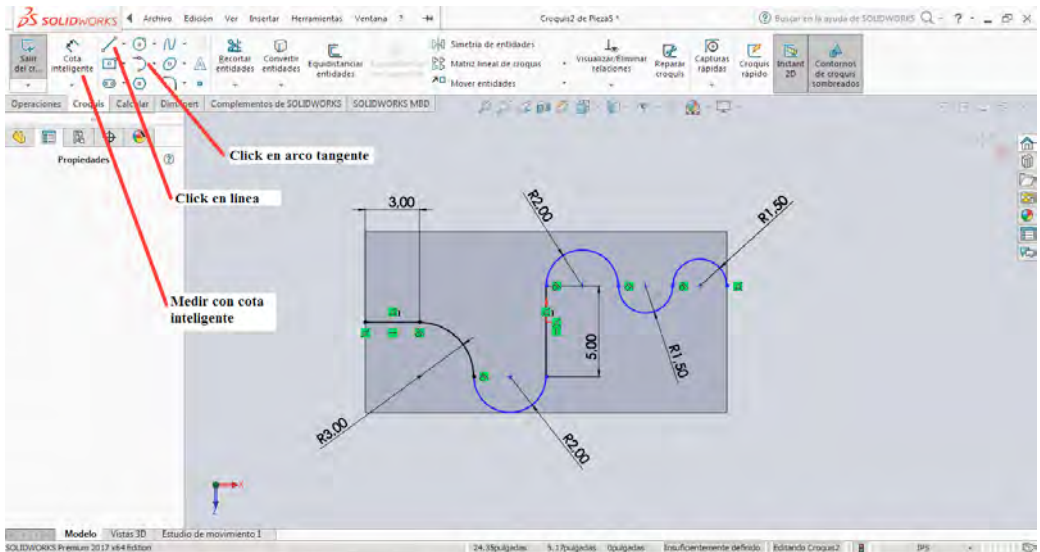

Figura 3-16
4. Al realizar la parte 3D se realiza sobre la parte superior se la figura el croquis que se muestra en la figura 3-16, para lo cual se utilizan dos herramienta de croquis que son **Línea y Arco de Centro**. Con la herramienta cota inteligente se definen cada una de las medidas necesarias.